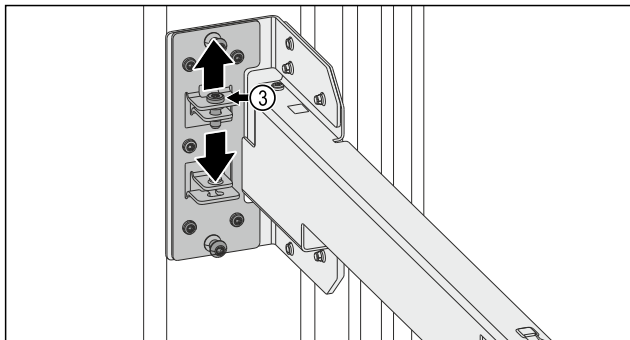

Fig. 14
- ▶ Povolte šroub Fig. 14 (3).
- ▶ Šroub Fig. 14 (3) utáhněte.